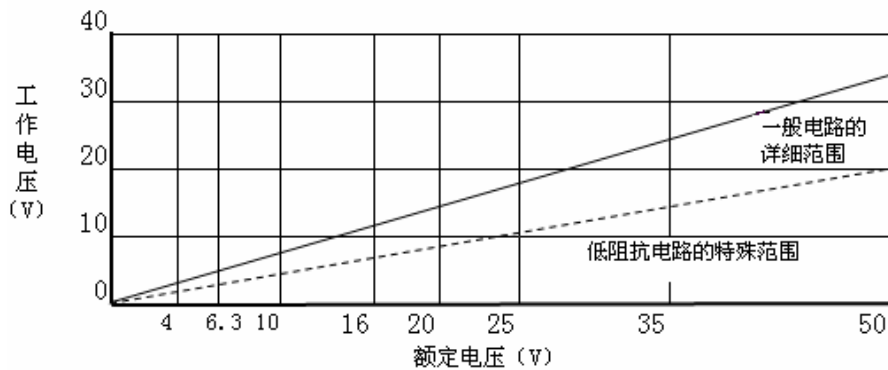

图 7.5-1
- a. 使用低阻抗电路时(尤其开关电源中的滤波电容器), 请将使用电压设定在额定电压的  $1/3$  以下。使用其它电路时, 请将使用电压设立在额定电压的  $2/3$  以下(见图 7.5-1)。图示如下:
- c. 钽电容器在电路中, 应控制瞬间大电流对电容器的冲击, 建议串联电阻以缓解这种冲击。请将  $3\Omega/\text{V}$  以上的保护电阻器串联在电容器上, 以限制电流在  $300\text{mA}$  以下。无法加入保护电阻时, 请使用  $1/3$  额定电压以下作为工作电压(见图 7.5-1)。